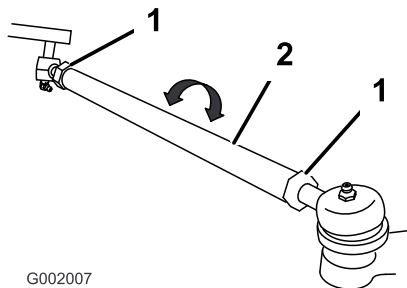

Bild 34
5. Wenn der Wert nicht im angegebenen Bereich liegt, lösen Sie die Klemmmuttern an beiden Ende der Zugstangen (Bild 34).